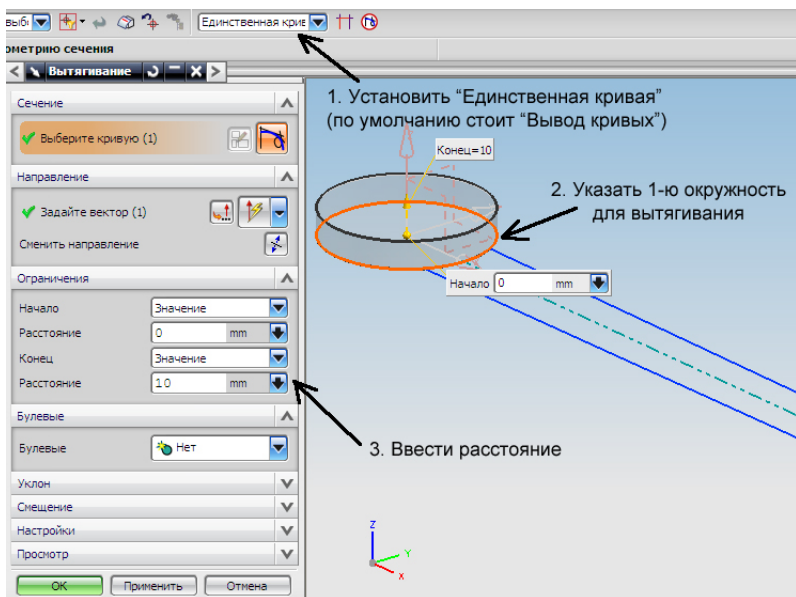

Рис. 17. Создание головки шатуна вытягиванием
Вытягивание или иконку  на панели инструментов. В связи с тем, что различные элементы шатуна имеют различную высоту, вытягивать эти элементы будем по отдельности. На панели выбора в меню «Правило кривой», которое задает режим для выбора кривых, выбираем «Единственная кривая» (рис. 17). Указываем окружность диаметром 60 мм для вытягивания, в меню «Вытягивание» во 2-й графе «Расстояние» пункта «Ограничение» вводим половину высоты головки шатуна – 10 мм (рис. 17). Нажимаем ОК.
Отредактируем высоту головок шатуна с учетом припуска на механическую обработку. В навигаторе детали двойным щелчком ЛКМ по элементу Extrude (2) вызываем меню «Вытягивание», в пункте «Ограничения» которого во второй графе «Расстояние» меняем размер с 10 мм на 12 мм (рис. 17), нажимаем ОК. ИЛИ в дереве построения щелчком ЛКМ выделяем элемент Extrude (2), а затем в подменю «Подробности»